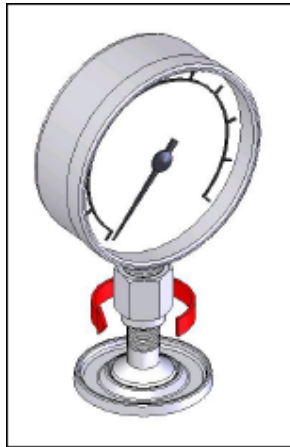

Figura 10. Conectar o conjunto à porta de teste
2. Parafuse o conjunto para baixo no SENTIDO ANTI-HORÁRIO na porta de teste, veja a Figura 10.